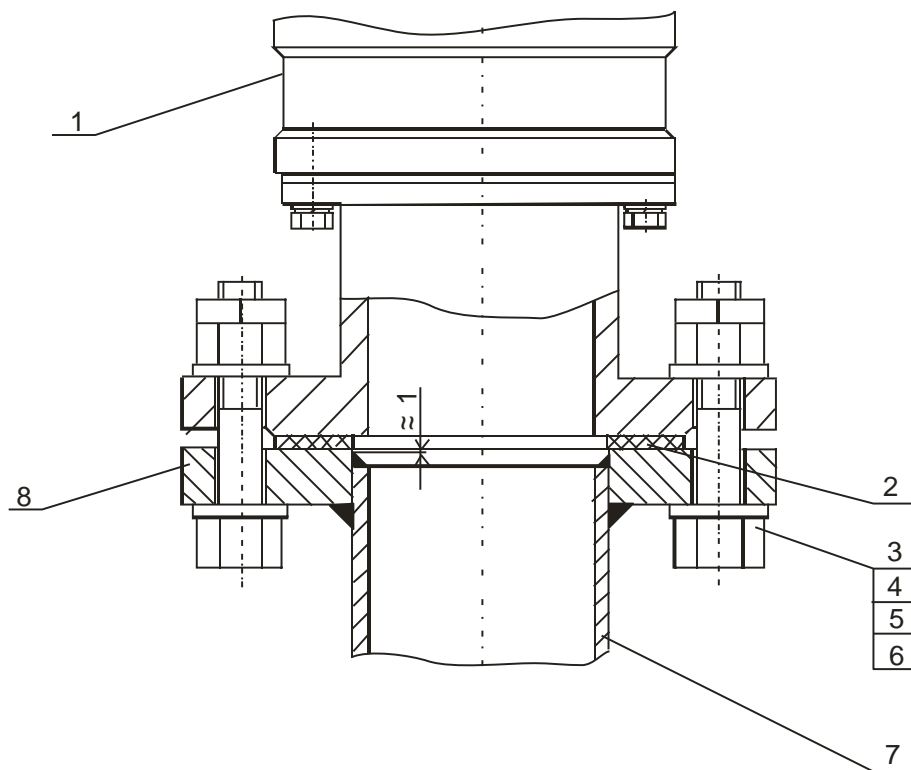

Рисунок 2- Монтаж ствола на объекте
1) к месту размещения ствола подвести отвод от магистрального трубопровода (см. рисунок 2), причем труба ответвления поз. 9 должна быть расположена вертикально с отклонением не более 1,5мм. Диаметр трубы должен быть Ду65;